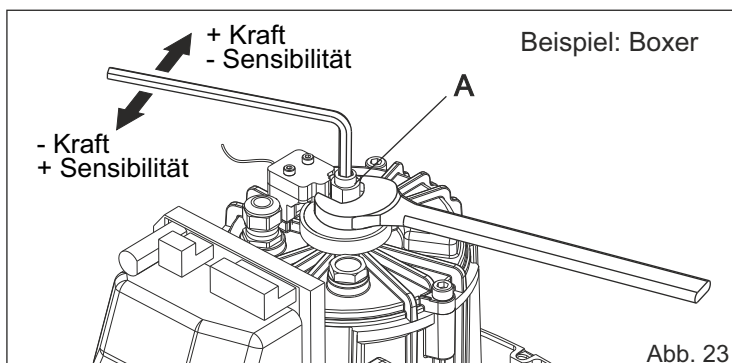

Abb. 23
- Stift "A" (Abb. 23) wie folgt drehen: